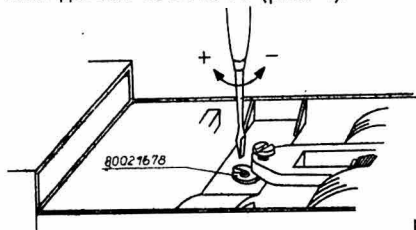

рис. 4
- 2.5. Установить зазор зубчатого колеса между червяком и червячным колесом с помощью установочной детали 80 02 16 78 (рис. 4).